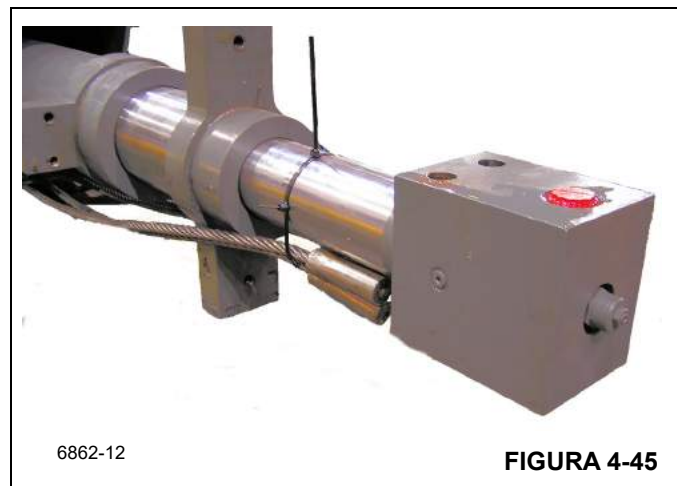

FIGURA 4-45
15. Gire las orejetas de montaje de la varilla del cilindro (Figura 4-45) de modo que queden verticales y pasen libres de las escuadras de montaje en la sección central exterior.
19. Ate los cables de extensión temporalmente al cilindro telescópico para mantenerlos debidamente alineados durante el armado (Figura 4-45).